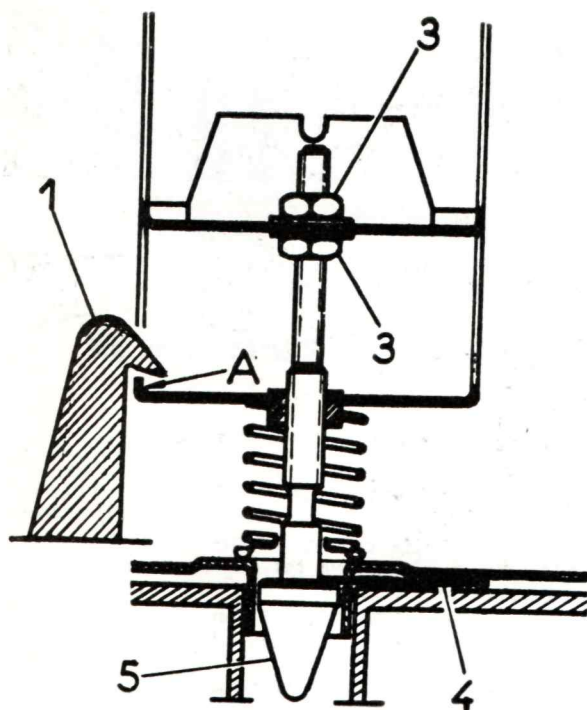

Figure 1.
A) VERIFICATION DU VERROUILLAGE DU CAPOT (fig. 1 et 2).
1° Réglage en plan horizontal (fig. 1 et 2).
2° Réglage en plan vertical (fig. 1).